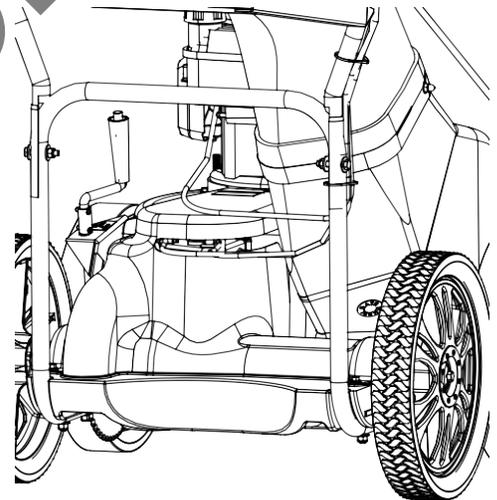

Abb. 1
1. Bringen Sie die Haubenbaugruppe am Gehäuse an und halten Sie sie während Schritt 2 fest. *HINWEIS:* Stellen Sie sicher, dass alle Kabel an der Unterseite der Haube und des Gehäuses verlegt sind. (Siehe Abb. 1)